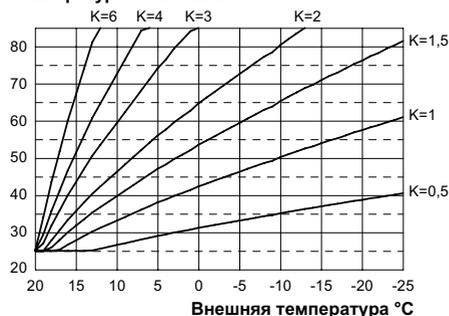
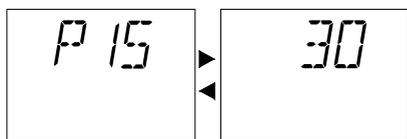

Рисунок 5.24
Рисунок 5.29
При подключении внешнего датчика с целью оптимизации температуры отопления данный параметр необходимо настроить с учетом производительности системы (Рисунок 5.24). Например, чтобы обеспечить в системе отопления температуру нагнетания, равную 60°С, когда внешняя температура равна -5°С, необходимо установить коэффициент К на 1,5 (пунктирная линия, см. Рисунок 5.24).
- Поворачивая регулятор (Рисунок 5.29), установите желаемое значение в диапазоне от минимального 30 (на ЖК-дисплее параметр P15 будет загораться поочередно с 30) до максимального 255 в зависимости от кривой коэффициента K, выбранной на рисунке, расположенном выше (см. Рисунок 5.24).